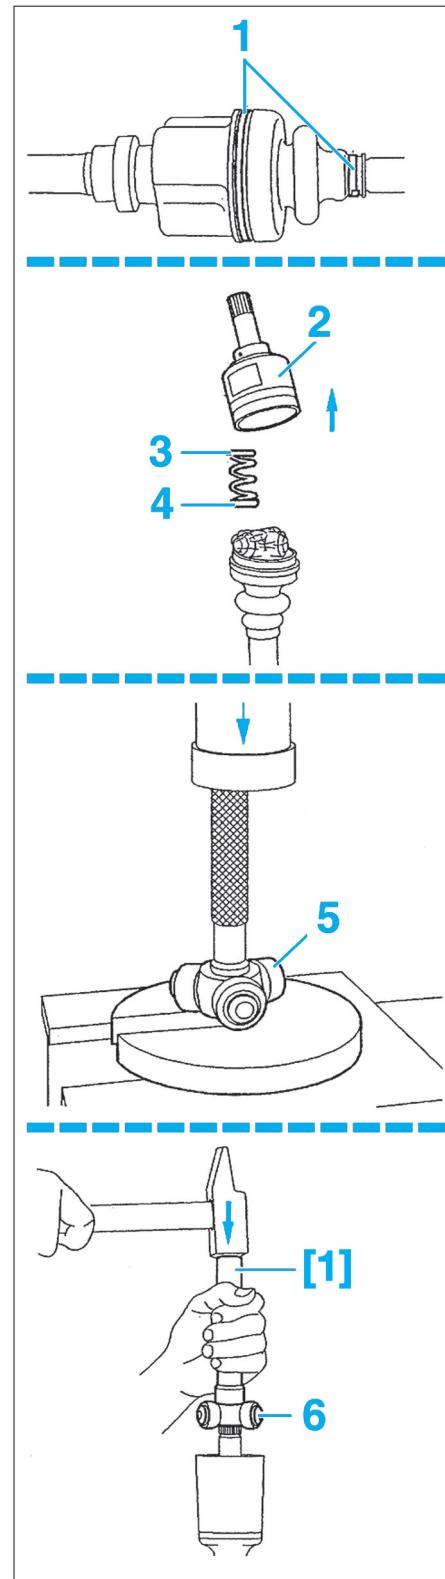

FIG. 2
- Dessertir ou scier et déposer les deux colliers (1) (Fig.2).
- Déposer la tulipe (2), le ressort (3) et la coupelle (4), tout en maintenant les aiguilles et galets du tripode.
- À la presse, extraire le tripode (5) de l'arbre.
- À l'aide d'un marteau et d'un mandrin [1] de diamètre approprié, mettre en place le tripode (6) sur l'arbre.
- Reposer le ressort (3) avec la coupelle (4) et la tulipe (2) sur la transmission.